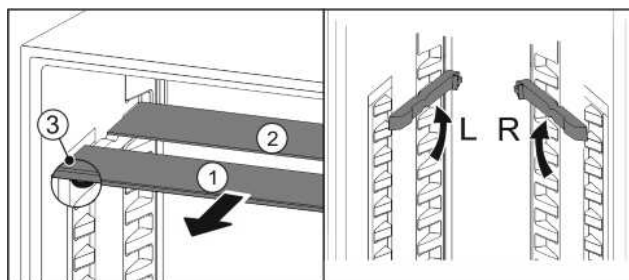

Fig. 22
- По одной извлеките Fig. 22 (1) стеклянные панели движением вперед.
- ▷ Стеклопанель *Fig. 22 (1)* со стопорами лежит спереди.
- ▷ Стопоры показывают вниз *Fig. 22 (3)*.